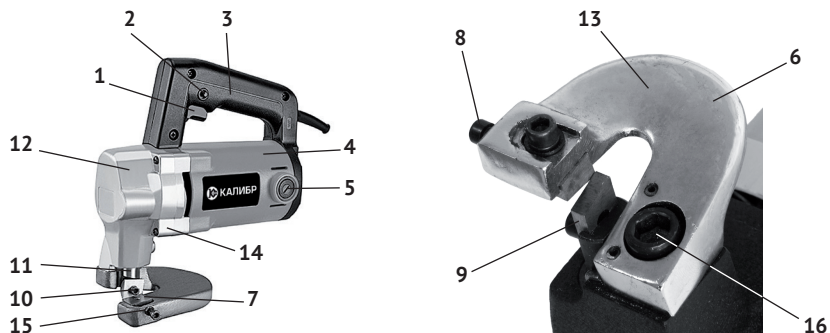

рис.1
1.4.1 Общий вид ножниц представлен на рис. 1
1.4.2 Электродвигатель ножниц расположен в пластиковом корпусе (рис.1 поз.4), к которому через промежуточный щит (рис.1 поз.14) крепится металлический редуктор (рис.1 поз.12). Пластиковая рукоятка (рис.1 поз.3) с выключателем закреплена: задней частью к корпусу двигателя, передней – к промежуточному щиту.
В нижней части рукоятки находится клавиша выключателя (рис.1 поз.1), слева – кнопка (рис.1 поз.2) фиксации клавиши во включённом положении. Включение ножниц осуществляется нажатием на клавишу выключателя указательным пальцем. Фиксация клавиши в рабочем положении, осуществляется кнопкой (рис.1 поз.2), расположенной слева на рукоятке. При повторном нажатии на клавишу, кнопка фиксации и клавиша (со щелчком) возвращается в исходное положение – выключено.
Вращательный момент с якоря электродвигателя шестерёнчатым редуктором, расположенным в металлическом корпусе (рис.1 поз.12), преобразуется эксцентриковым механизмом в возвратно-поступательное движение штока (рис.1 поз.11), в вертикальной плоскости. В паз штока крепится подвижный нож (рис.1 поз.9). На опорной подошве (рис.1 поз.6), выполненной в форме подковы (серьги) крепится неподвижный нож (рис.1 поз.7).
Неподвижный нож (рис.1 поз.7) расположен в пазе опорной подошвы (рис.1 поз.6), имеющей форму подковы (серьги). Для его замены:
- открутить винт регулировки (рис.1 поз.8) и болт крепления (рис.1 поз.13);
Подвижный нож (рис.1 поз.9) расположен в пазе штока (рис.1 поз.11). Для его замены:
- открутить винт крепления (рис.1 поз.10);
- ослабить болт (рис.1 поз.13) крепления ножа к подошве (рис.1 поз.6);
- ослабить стопорную гайку (рис.1 поз.15) регулировочного винта;
- установить регулировочным винтом (рис.1 поз.8) необходимую ширину зазора (A);
- открутить крышки щёткодержателей (рис.1 поз.5), расположенных по бокам корпуса двигателя (рис.1 поз.4);